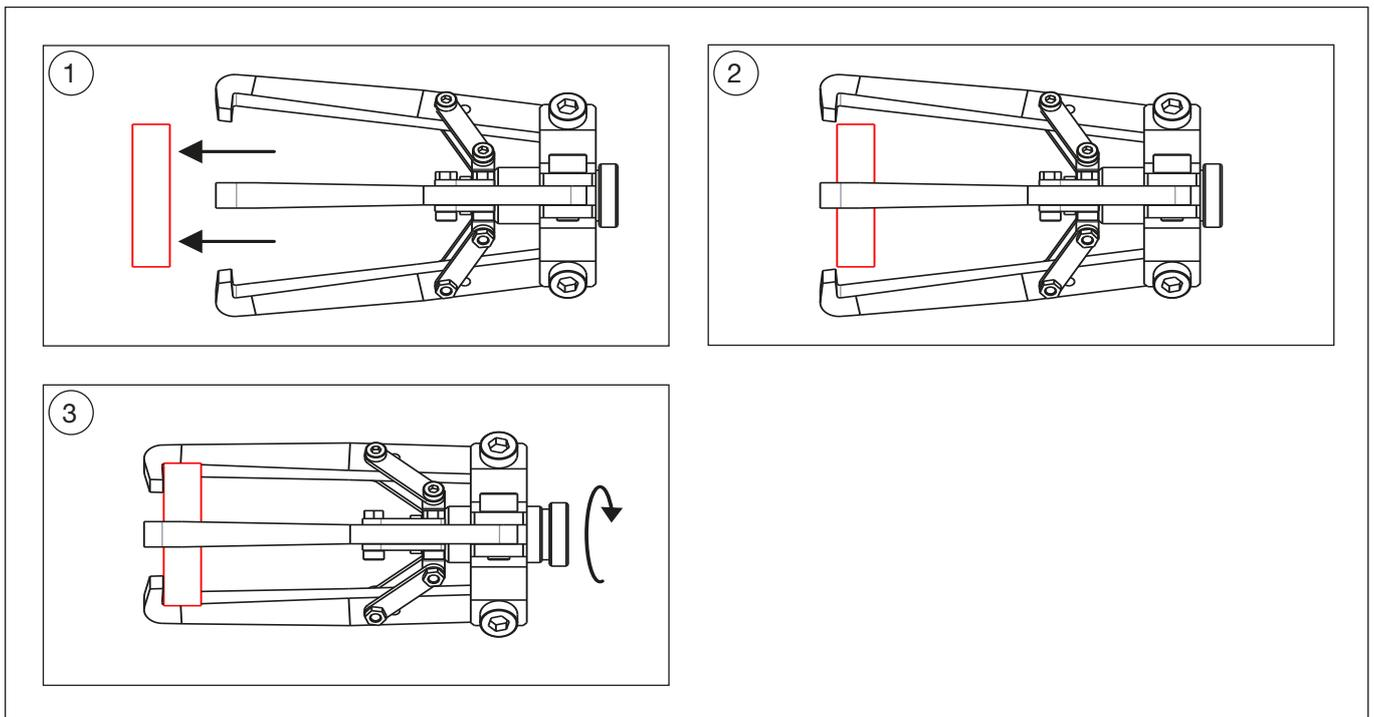

Figure 6 : Étapes de mise en œuvre de l'extracteur. Extraction d'une pièce externe.
1. Placer l'extracteur sur la pièce de travail. Se reporter à la Figure 6, illustrations 1 à 3, pour les étapes suivantes.